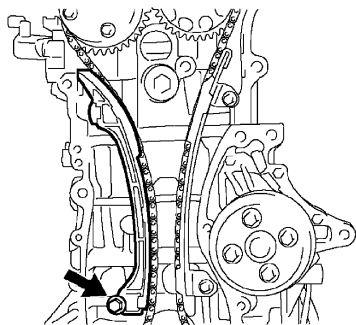

图 1-177 拆卸链条张紧器滑块
- ① 拆卸 12 个螺栓和 2 个螺母。
- ② 在曲轴箱和油底壳之间插入专用工具的刀片。切断密封件并拆卸油底壳。
31) 拆卸螺栓和链条张紧器滑块, 见图 1-177。